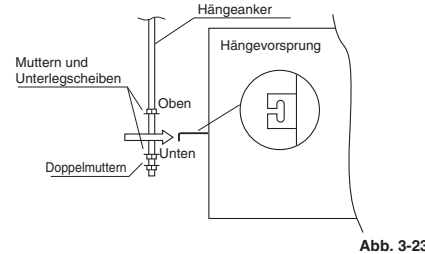

Abb. 3-23
- (2) Die drei Sechskantmutter und die beiden Unterlegscheiben (im Fachhandel erhältlich) auf jeden der vier Hängeanker schrauben, wie in Abb. 3-23 gezeigt. Je eine Mutter und eine Unterlegscheibe für die obere Seite, und zwei Mutter und eine Unterlegscheibe für die untere Seite verwenden, damit die Einheit nicht von den Hängevorsprüngen abrutschen kann.